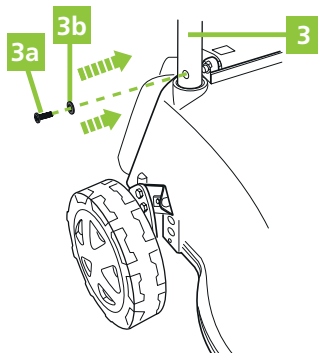

Abbildung 3
3. Sichern Sie die Unterlenker (3) mit den Schrauben (3a) und Unterlegscheiben (3b). Anschließend die Schrauben (3a) mit einem Kreuzschlitzschraubendreher anziehen (Abb. 3).